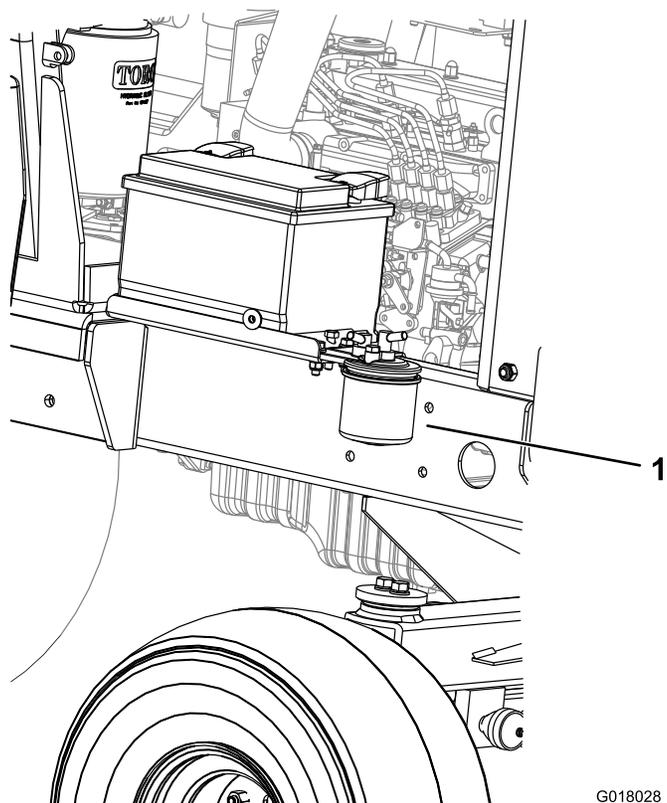

Figure 57
1. Placez un bac de vidange propre sous la cartouche du filtre à carburant (Figure 57).